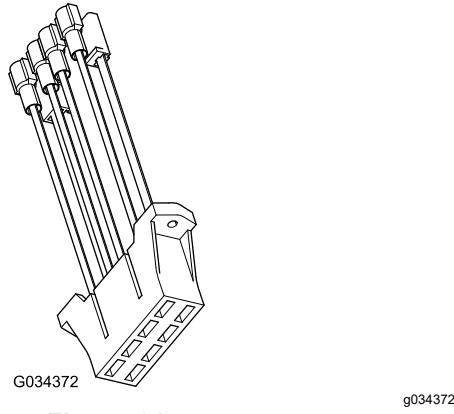

Figura 21
2. Se un circuito non è disponibile nel portafusibili della macchina, montate il portafusibili ausiliario (Figura 21) sul portafusibili della macchina.